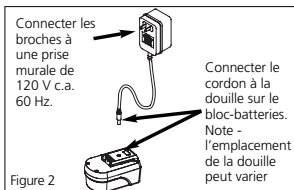

Figure 2
Connecter les broches transportant le courant sur le cordon d'alimentation à une prise murale de 120 V c.a. 60 Hz – voir Figure 2. Connecter l'autre extrémité du cordon au bloc-batteries. Si le chargeur est doté d'une DEL, un voyant rouge s'allumera en autant que le bloc-batteries est connecté au chargeur et que le chargeur est branché. Avec une utilisation normale, le bloc-batteries sera entièrement chargé après environ trois (3) à six (6) heures.